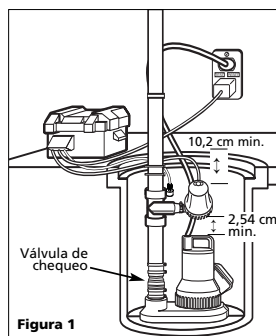

Figura 1
ADVERTENCIA Debe utilizar una válvula de chequeo en el orificio de descarga de la bomba principal para sumideros (vea la Figura 1).
2. La bomba debe instalarse utilizando una tubería rígida de PVC de 3,2 cm (1¼") ó 3,8 cm (1½"). Entre la conexión en T de la ESP y la bomba principal, se debe instalar una válvula de chequeo (no incluida) (véase la Figura 1).